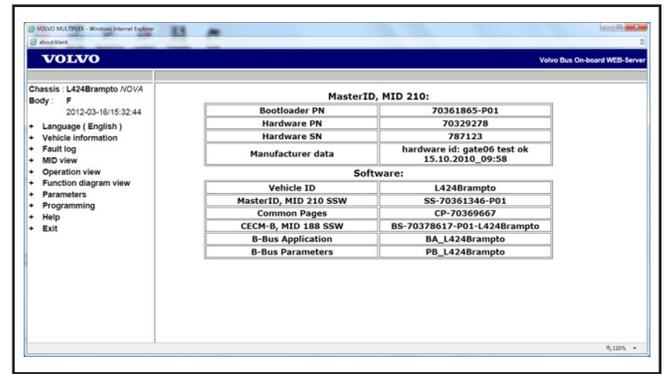

Figure 32 - Page opérationnelle du serveur Web
16. La page d'accueil sera automatiquement remplacée par la page opérationnelle habituelle du **VOLVO BUS ON-BOARD WEB SERVER**. Voir Figure 32. Cette page présente les fonctions de menu typique.